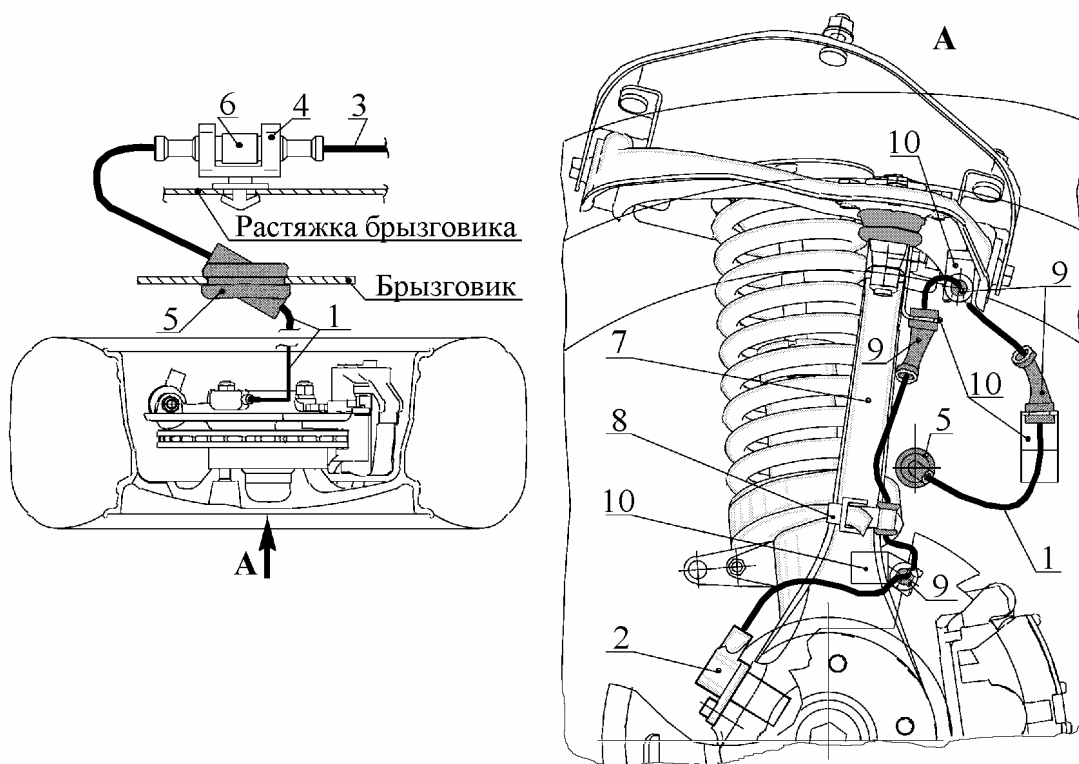

Рис. 2. Отсоединение провода датчика АБС левого (правого) переднего колеса:
4.5. Отсоединить провод 1 (рис. 2) датчика 2 антиблокировочной системы (АБС) тормоза левого переднего колеса